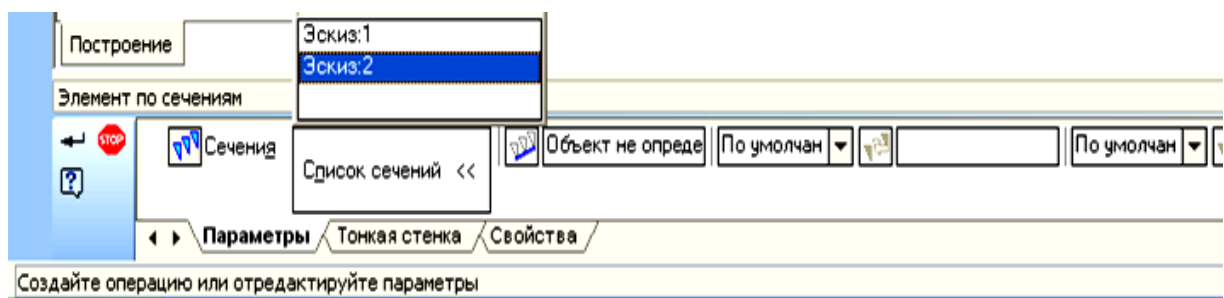

Рис. 3.48. Панель Свойств операции По сечениям
- на соответствующей данной операции панели Свойств (рис. 3.48):